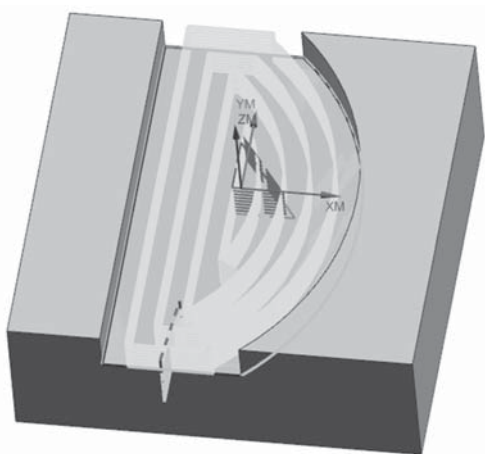
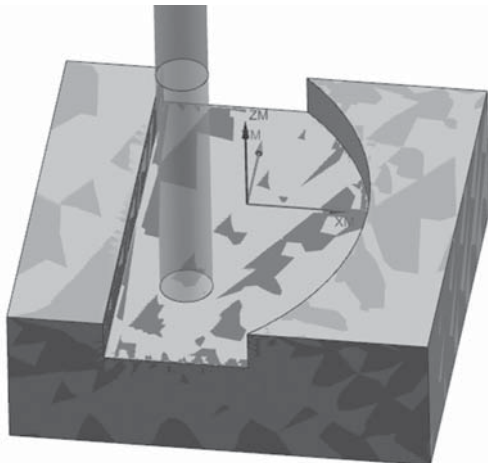

图 2-1-15 刀路预览
图 2-1-16 加工仿真
(6) 在“刀轨设置”区域中的“底面毛坯厚度”文本框中填入“8”(加工面到毛坯顶面的深度),“每刀切削深度”文本框中填入“1”(铣刀每一层的铣削深度),单击“操作”区域中的图标,预览刀具路径参数的设置效果,如图 2-1-15 所示。
(7) 单击“刀轨设置”区域中的图标,进入“进给率和速度”对话框,在“主轴速度”区域中,勾选图标,在文本框中填入“2500”,在“进给率”区域中的“切削”文本框中填入“2000”,单击图标进行计算,单击“确定”按钮返回“底壁铣”界面。
(8) 单击“操作”区域中的图标进行计算,再单击图标,进入“刀轨可视化”对话框。单击“3D 动态”图标,进行 3D 仿真。把“动画速度”调整到“2”,便于观察。单击图标进行仿真,如图 2-1-16 所示。确认无误后,单击两次“确定”后完成工序的创建。